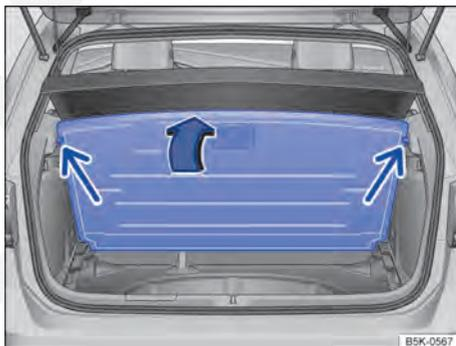

Fig. 101 No compartimento de bagagem: dobrar o fundo do compartimento de bagagem variável para cima.
- Para *abrir*, pegar no rebaixo no assoalho do compartimento de bagagem ⇒ Fig. 100 e dobrar para cima o assoalho do compartimento de bagagem, até que ele fique seguro nas travas laterais (setas) ⇒ Fig. 101.